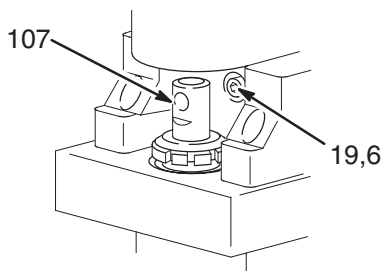
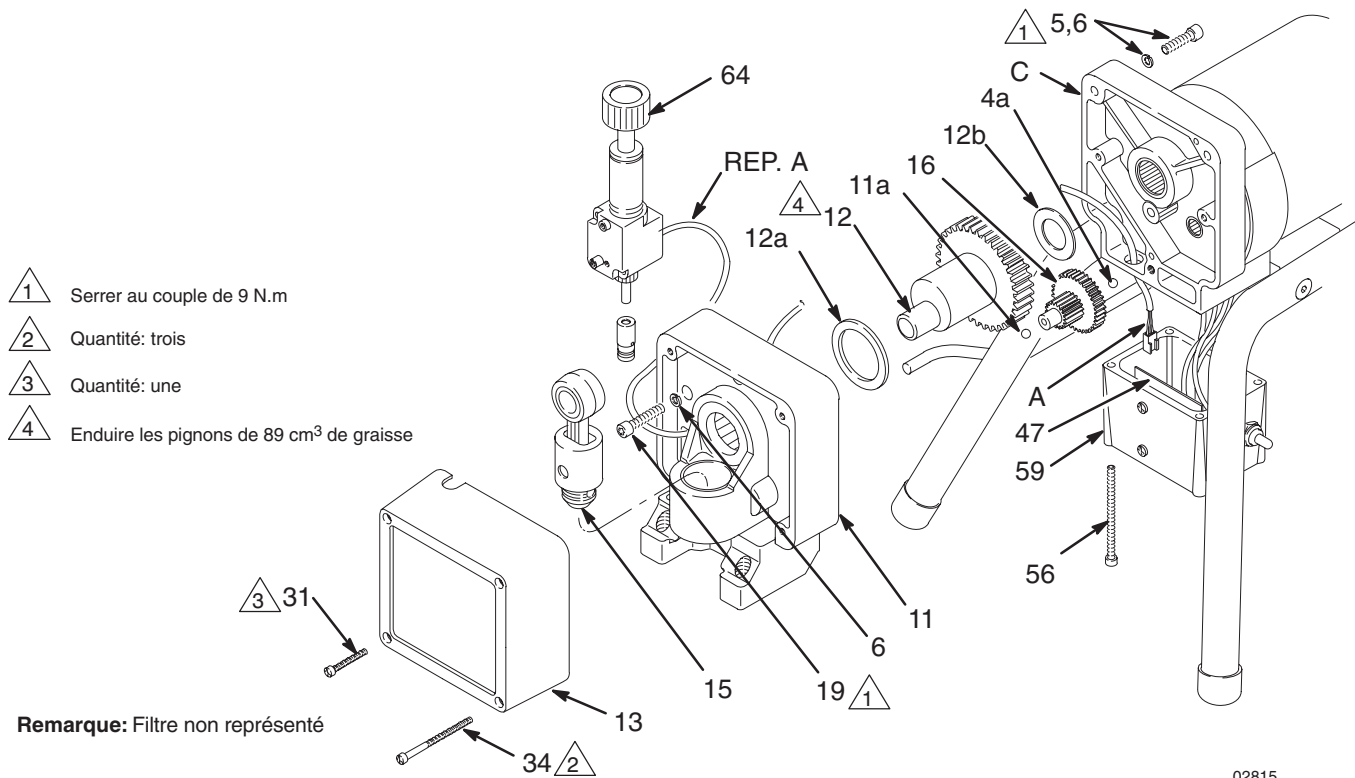

Fig. 24
Fig. 25
2. Déposer la commande de pression (64). Voir page 27.
3. Tourner la tige de la pompe (107) de telle manière que le trou de goupille soit aligné avec la vis inférieure du carter d'entraînement (19). Voir Fig. 24. Retirer les trois vis du carter d'entraînement et les rondelles-freins (19, 6). Voir aussi Fig. 25, page 26.
4. Retirer les deux vis du moteur (5) et les rondelles-freins (6). Voir Fig. 25, page 26.
5. À l'aide d'un maillet en plastique, tapoter doucement le bas du carter d'entraînement (11) par l'arrière afin de dégager le moteur. Dissocier ensuite le carter d'entraînement du moteur en le tirant tout droit.